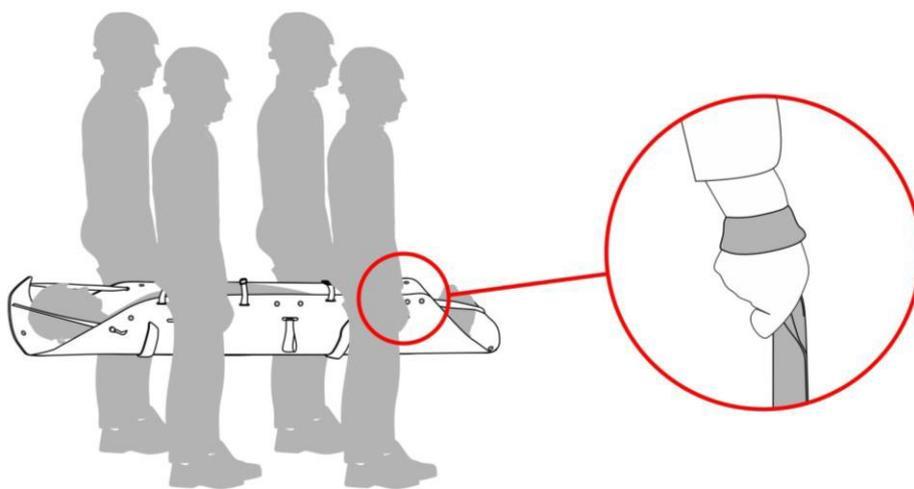
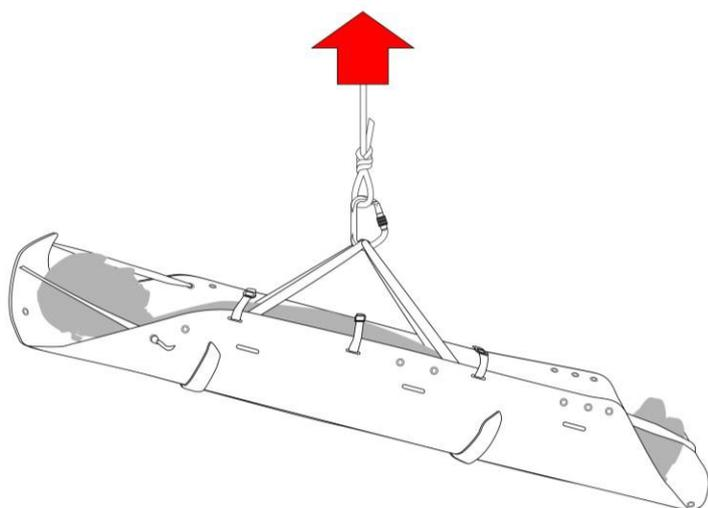
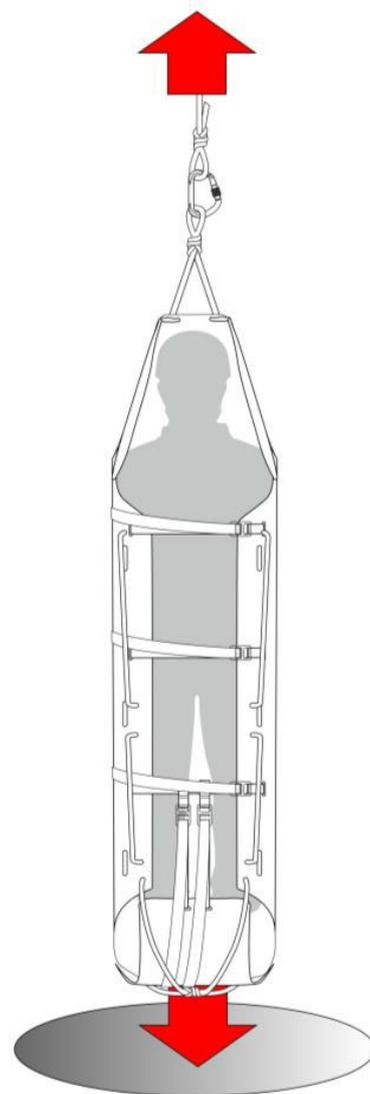

Рис. 3
Рис. 4
Рис. 5
- ручной подъем и транспортировка с помощью ручек (F) - (рис. 3): 1: 3 = нагрузка пользователя: 150 кг
- подъем с помощью комплекта для подвешивания с использованием спасательных устройств (G) - (рис. 4), 1:10 = нагрузка пользователя: 150 кг
- подъем и транспортировка вертолетом с помощью комплекта для подвешивания (G) - (рис. 4), 1:14 = нагрузка пользователя: 100 кг
- вертикальное опускание и / или подъем с помощью троса с использованием спасательных устройств (H) - (рис. 5), 1:10 = нагрузка пользователя: 150 кг
Носилки предназначены для подъема и транспортировки пациента с помощью боковых ручек (рис. 3), комплекта для подвешивания (рис. 4) и вертикального опускания или подъема с помощью статического троса (рис. 5).